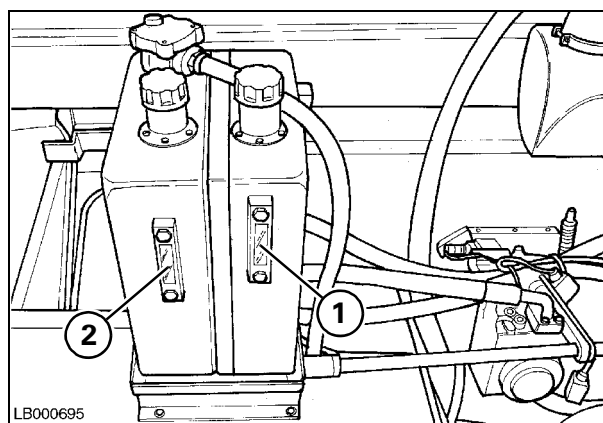

Рис. 10
4. - Уровень масла в баках гидравлической и гидростатической систем Рис. 10